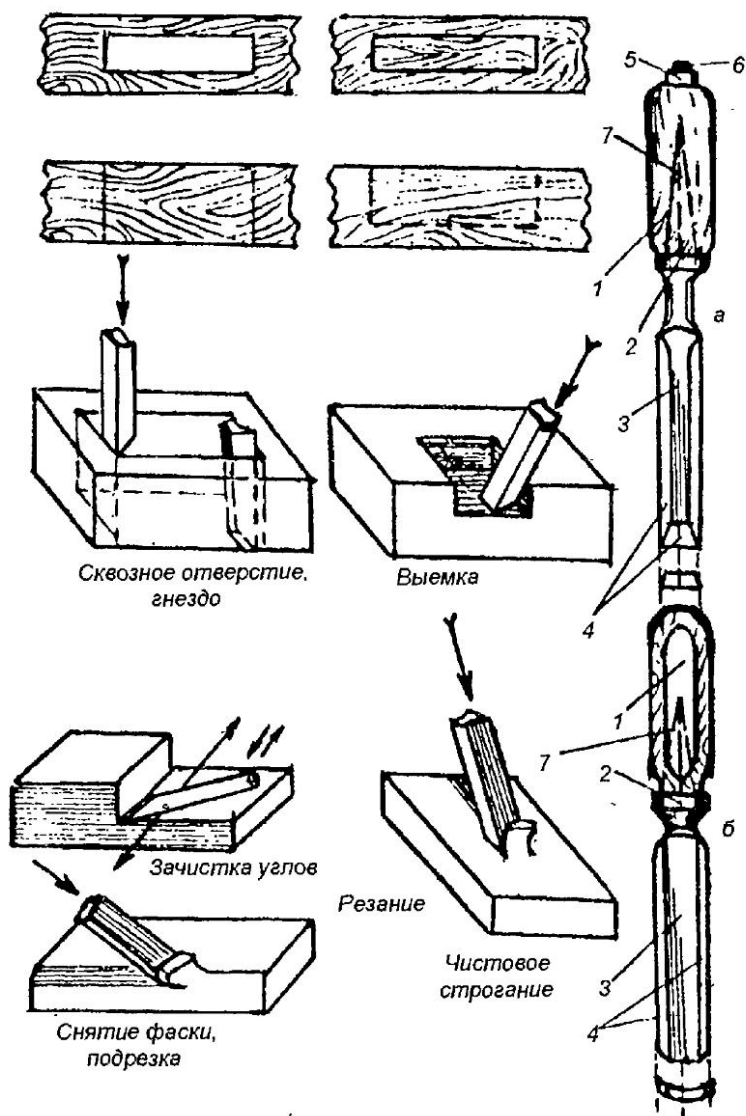

Рис. 153. Долбление и подрезка
необходимы для выполнения столярных соединений. Основные инструменты здесь — долота и стамески (рис. 153), вспомогательный инструмент — молоток.
более. Стамески бывают штампованные, вырубные (тонкие) и кованые (толстые). Кованые характеризуются специальным приливом — упором и небольшим утонением пера к режущим кромкам. Штампованные имеют параллельные широкие грани и требуют зафиксированной упорной шайбы-колпачка — рис. 153 (2), чтобы ручка (1) не набивалась на хвостовик (7).